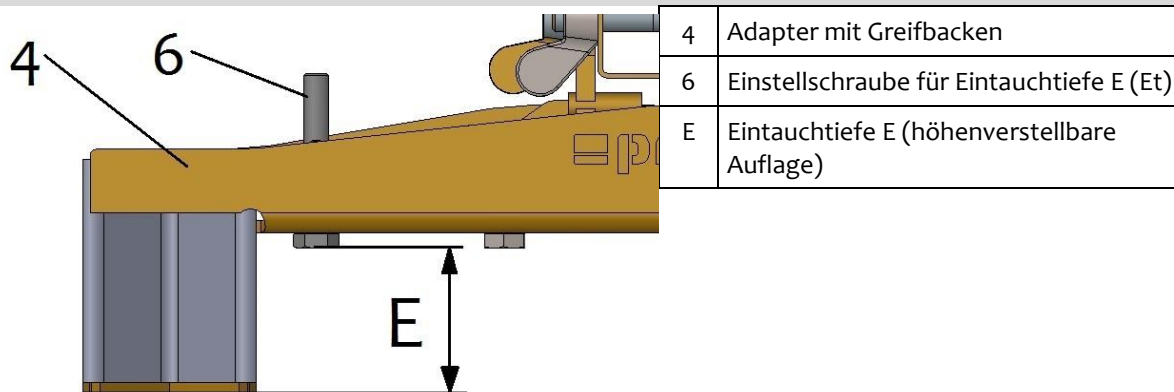

Abb. 3
Zusätzlich kann die „Eintauchtiefe E (Et)“ der Greifbacken am Adapter (4) verändert werden, die je nach aufzunehmenden Greifgütern (Rasengittersteine) eingestellt werden muss (→ Abb. 3).